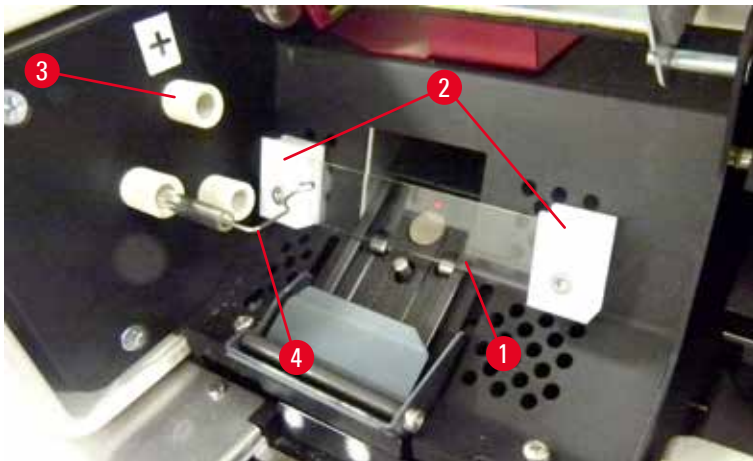

Fig. 20
5. Certifique-se de a mola de contato (→ "Fig. 19-2")/(→ "Fig. 20-4") esteja removida do fio de ignição da lâmpada (→ "Fig. 21-1") (veja também (→ "Fig. 20")).